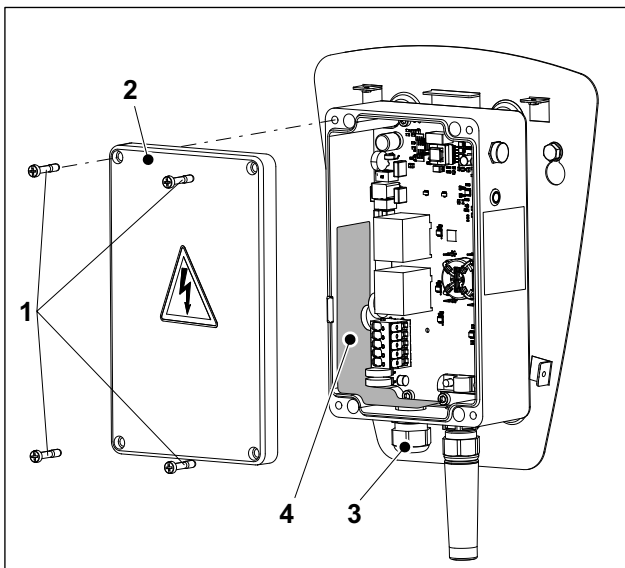

Abb. 4 Heidelberg Wallbox Home Eco, geöffnetes Elektronikgehäuse
1. Die vier Schrauben (Abb. 4/1) lösen und den Deckel des Elektronikgehäuses (Abb. 4/2) abnehmen.
2. Die Kabelverschraubung ESKV25 (Beipackzubehör) mit dem dazugehörigen Dichtring EADR25 (Beipackzubehör) in das Elektronikgehäuse einschrauben (Abb. 4/3) und festziehen (ca. 8 Nm).
5. Die Hinweise auf dem Aufkleber (Abb. 4/4) beachten und danach den Aufkleber an der Kabelführung durchstoßen.
9. Den Deckel des Elektronikgehäuses (Abb. 4/2) aufsetzen und die vier Schrauben festziehen (2,5 Nm).